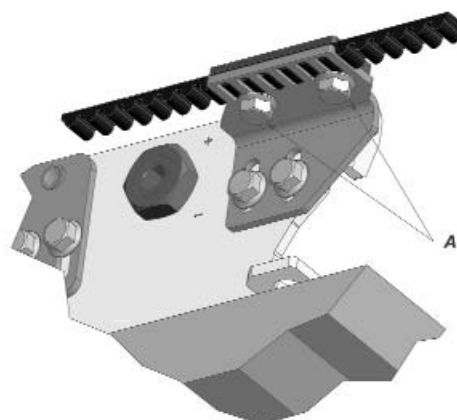

Fig. 19
- Aflojar los tornillos A **Fig.19** correspondiente a la grampa en el “ramal pasante” de la correa (ramal correa sin junta)